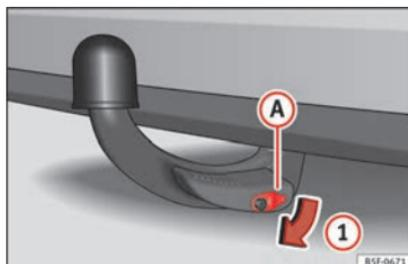

Fig. 233 Ritirare il coperchio della serratura.
- Estrarre il coperchio **A** della serratura nel senso della freccia **1** » » fig. 233.